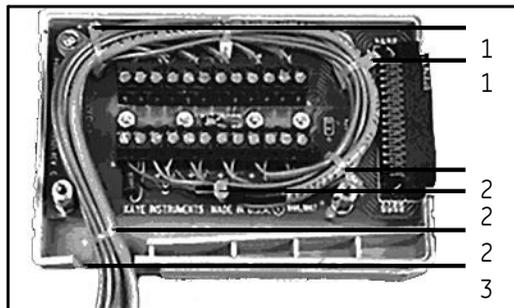

图 7: SIM 接线图
6. 一旦所有传感器连接好后, 将所有传感器按照下图所示连接出 SIM 出线口. 用扎带将传感器固定到固定架上. 按照图 7 所示接线保证模块测量精度.